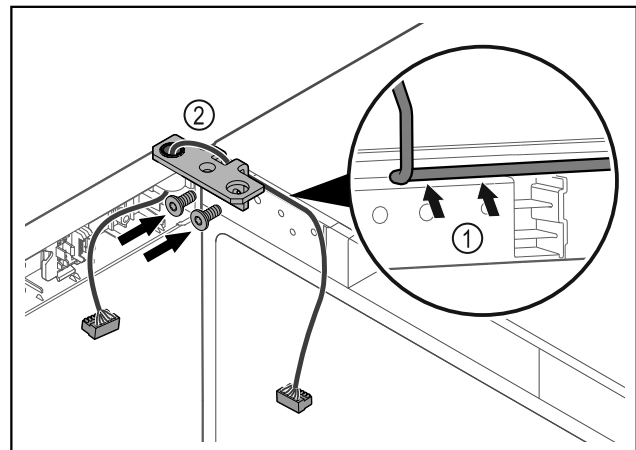

Fig. 40
- ▶ Vezesse át a kábelt a csuklópánton lévő nyíláson, majd óvatosan fektesse le *Fig. 40 (1)*.
- ▶ Csavarozza fel a csuklópántot *Fig. 40 (2)*.